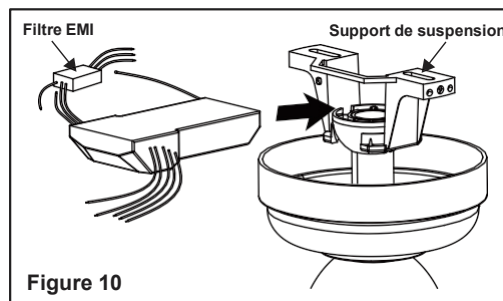

Figure 10
Étape 2. Placez le filtre EMI dans le boîtier de plafond avant d'installer le récepteur dans le support. Insérez le récepteur dans le support de montage avec le côté plat du récepteur face au plafond. (Fig. 10)